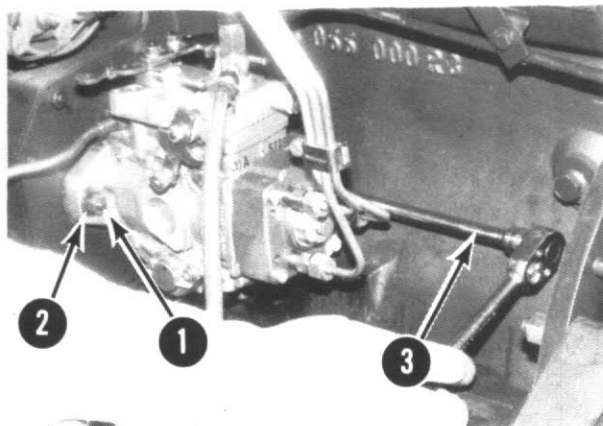

Figure 198
Enlevez les écrous fixant la pompe d'injection. Utilisez une clé à rallonge pour desserrer l'écrou interne. Voir fig. 198.
5A - Placez la pompe de façon que les rondelles (2) fig. 198 couvrent les dégagements du flasque de pompe bien équitablement c'est-à-dire la pompe de niveau.
- 6 - Serrez les écrous (1) fig. 198 au couple requis.